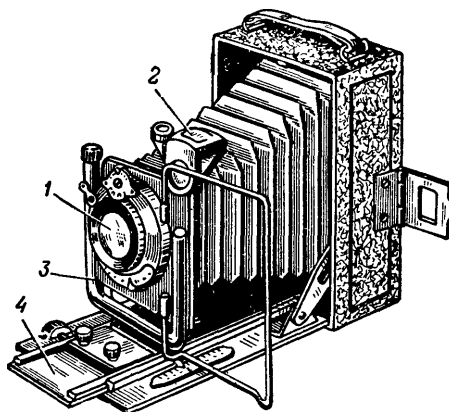

Рис. 22. Общий вид пластиночной камеры „Фотокор“:
На рис. 22 представлен общий вид складной пластинчатой камеры «Фотокор», снабжённой центральным затвором с меняющимися скоростями и ирисовой диафрагмой. После рассмотрения предыдущих, более сложных конструкций не понадобится её подробное описание. В ней всё открыто — объектив (1), видоискатель (2) и передняя стойка (3), на которой укреплен объектив и которая может передвигаться по салазкам (4) для наводки на резкость. Матовое стекло для наводки на резкость и кассеты вдвигаются в пазы на задней стенке камеры, не видной на рисунке.